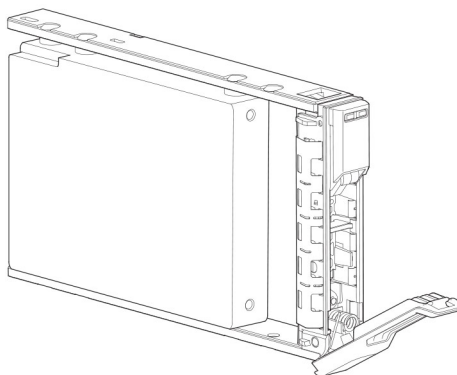

Figure 50. Module support de lecteur SFF en position ouverte
- 1 Relâchez la poignée du support en appuyant vers le bas sur le loquet de la poignée, et en dégageant la poignée rabattable, tel qu'illustré dans Figure 50. Module support de lecteur SFF en position ouverte. Insérez le support dans le boîtier en position verticale.